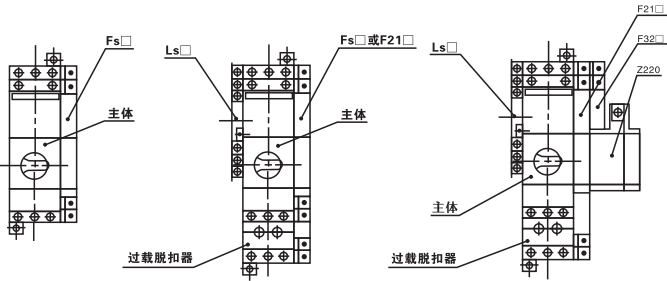

图3 功能模块组合方案图
4.8 功能模块组合形式举例见图3。
- 5.1 KB0主要由主体、过载脱扣器以及辅助触头等功能模块组成,结构位置如图3所示；